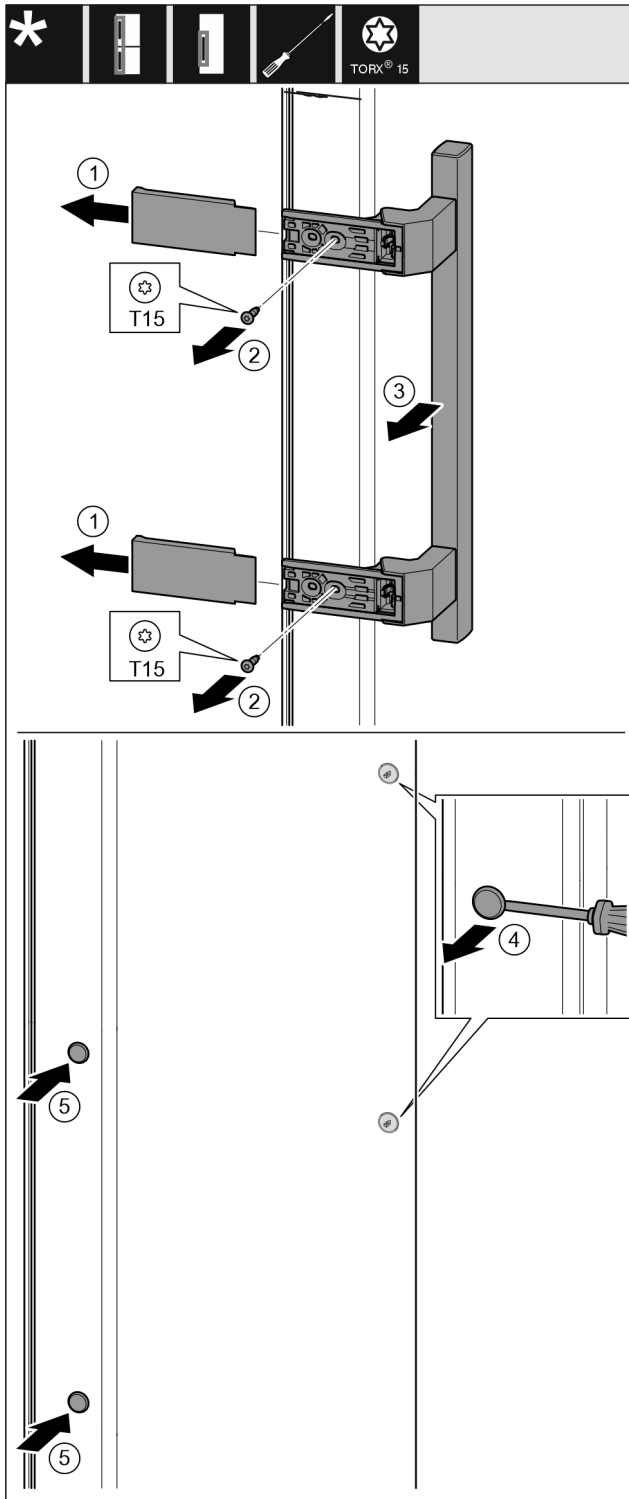

Fig. 39
- ▶ Hiqni kapakun mbulues. Fig. 39 (1)
- ▶ Nxirrni jashtë vidat me një kaçavidë T15. Fig. 39 (2)
- ▶ Hiqni dorezën. Fig. 39 (3)
- ▶ Ngrini lart me kujdes tapat anësore me një kaçavidë me kokë petë dhe nxirrini jashtë. Fig. 39 (4)
- ▶ Vendosni sërish tapat në anën tjetër. Fig. 39 (5)